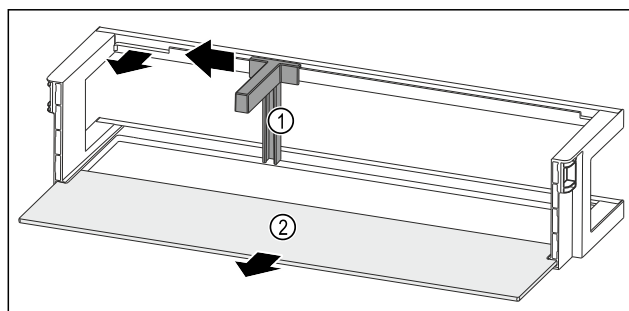

Fig. 211 Polica u vratima s držačem boca i policom za odlaganje
- Držać za boce Fig. 211 (1) pogurnite do otvora na stranu.
- Izvadite držač za boce Fig. 211 (1).
- Izvadite policu Fig. 211 (2).